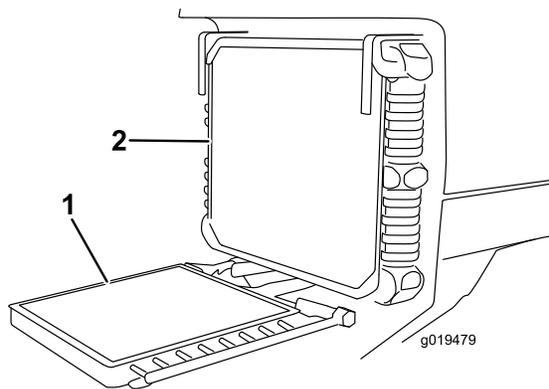

図 71
3. オイルクーラのノブをゆるめてクーラを後ろに傾ける（図 71）。オイルクーラとラジエターの裏表を圧縮空気ですばりに清掃する。水を使用しないこと。フードを明け、機体後部に向けてゴミを吹き飛ばす。清掃が終了したらオイルクーラを元に戻しノブを締める。